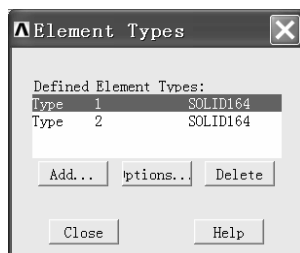

图 1-14 “Element Types” 窗口
(4) 在“Library of Element Types”窗口中的左边方框中用鼠标单击选中“LS-DYNA Explicit”（选中后背景为蓝色），在右边方框中用鼠标单击选中“3D Solid 164”。
(5) 单击“Library of Element Types”窗口中的“Apply”按钮。
(6) 单击“Library of Element Types”窗口中的“OK”按钮。这时“Element Types”窗口中显示已经选好了两种单元（见图 1-14）。